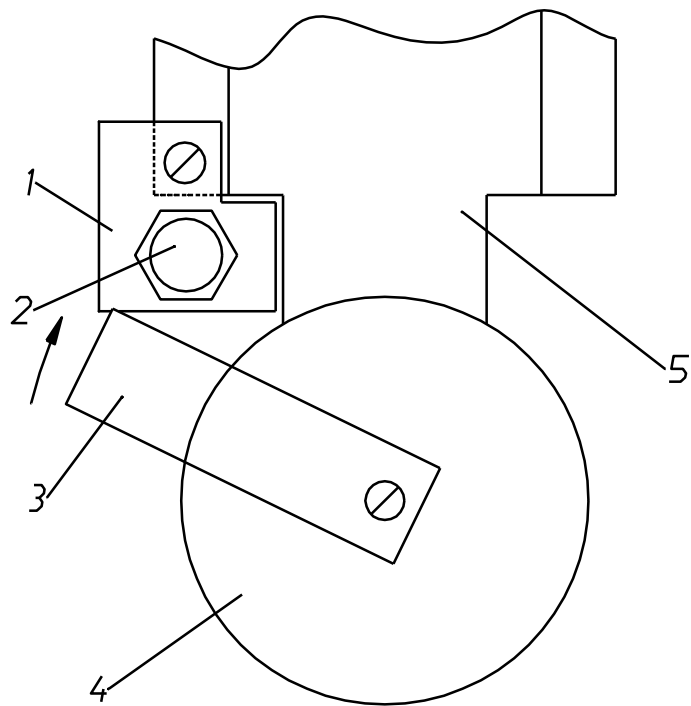

Рис.6.1.
6.3. Установите БКУ измерения рядом с командоаппаратом согласно рис.6.1. Металлический флажок крепится в центральное отверстие диска командоаппарата.